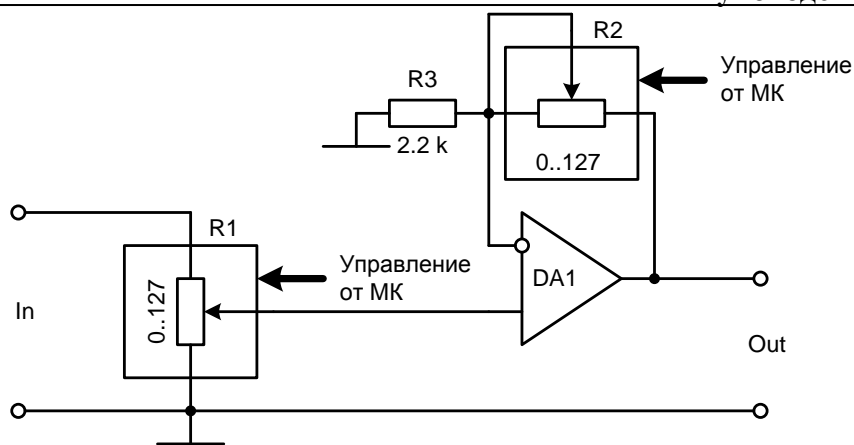

Рисунок 1.6 Схема усилителя с АРУ
1.6.3 Стабилизация амплитуды измерительного сигнала осуществляется посредством управления коэффициентом передачи предварительного усилителя с помощью двух 7-разрядных цифровых потенциометров R1 и R2 (рисунок 1.6).